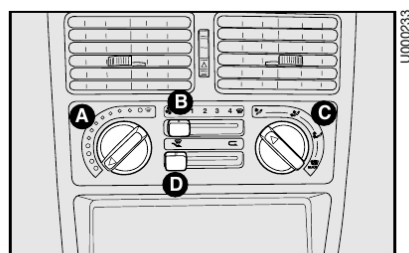

fig. 30
### COMANDOS fig. 30 e 30a
1) Seletor para a temperatura do ar **A-fig. 30** totalmente posicionado à esquerda.
2) Seletor do ventilador **B-fig. 30** posicionado na velocidade máxima.
3) Seletor de distribuição do ar **C-fig. 30** apontado para ; controlar para que todas as saídas de ar estejam totalmente abertas.
O ar-condicionado é muito útil para acelerar o desembaçamento, pois desumidifica o ar. É suficiente regular os comandos para a função de desembaçamento e ativar o condicionador, apertando o botão **D-fig. 30**.
- 1) Condicionador de ar ligado: botão **D-fig. 30**.
Com o cursor **D-fig. 30** na posição , é ativada somente a circulação do ar interno.